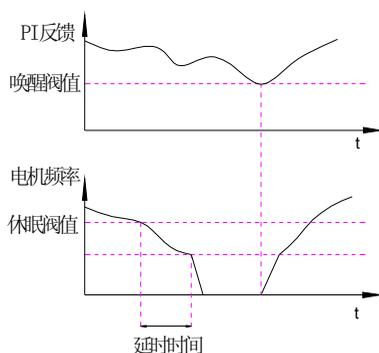

图 5-7-3 休眠和唤醒
- ◆ 要切换至“唤醒”状态，压力反馈必须降至“唤醒”阈值。此时变量泵被起动（如图 5-7-3）。